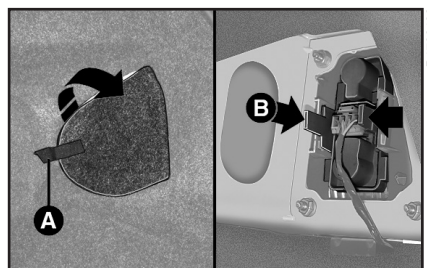

рис. 19
1) Чтобы добраться до задних фонарей, откройте багажник и приподнимите фиксирующийся на липучках край **A** (рис. 19) обивки багажника.
2) Нажав на выступы-фиксаторы **B** (рис. 19), извлеките плату с патронами.